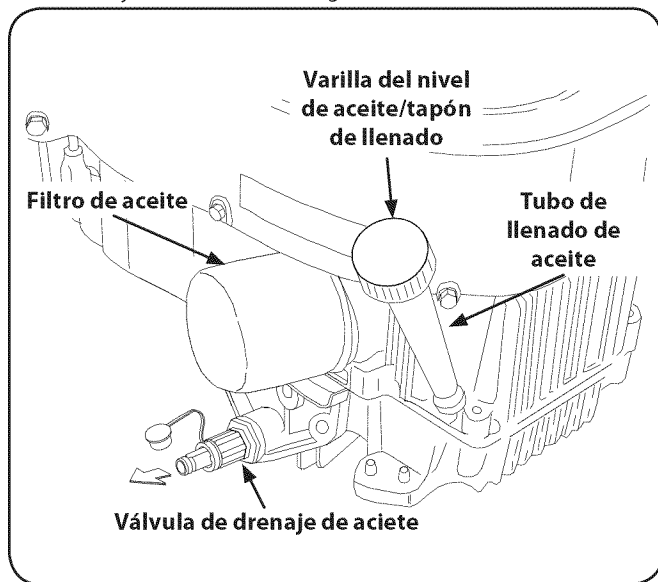

Figura 6-1
1. Abra el tapón protector en el extremo de la válvula de drenaje de aceite para dejar expuesto el orificio de drenaje. Consulte la Figura 6-1. Retire el tapón de llenado de aceite /la varilla de nivel de aceite del tubo de llenado.